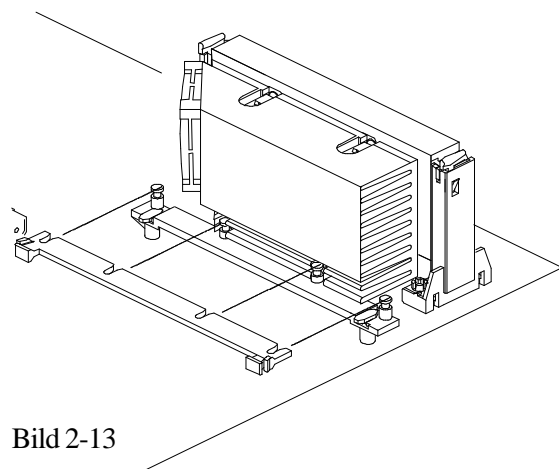

Bild 2-13
4. Den Pentium II Prozessor fest in den Ständer des Halterungs-Mechanismus hineindrücken (siehe auch Kapitel "Installation des Pentium II Prozessors). Dann das Oberteil des Kühlkörperhalters, wie in Bild 2-13 gezeigt, auf das Basisteil schieben bis es einrastet. Dabei wird es durch einen Spalt des Kühlkörper geführt.